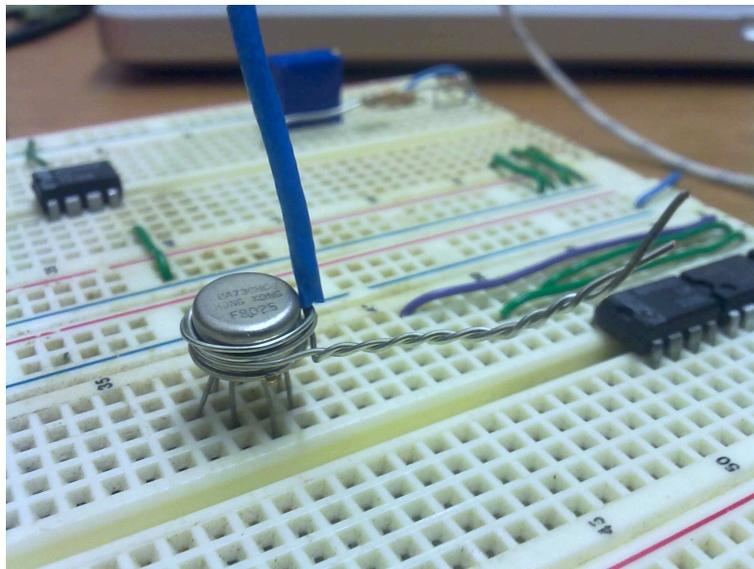

Figura 4.3: Detalle del alambre de cobre enrollado sobre el transistor con el termopar.
5. Una el termopar al transistor enrollándolo a la carcasa externa con un alambre de cobre como se muestra en la Figura 4.3 y utilice un cautín para incrementar la Temperatura del transistor